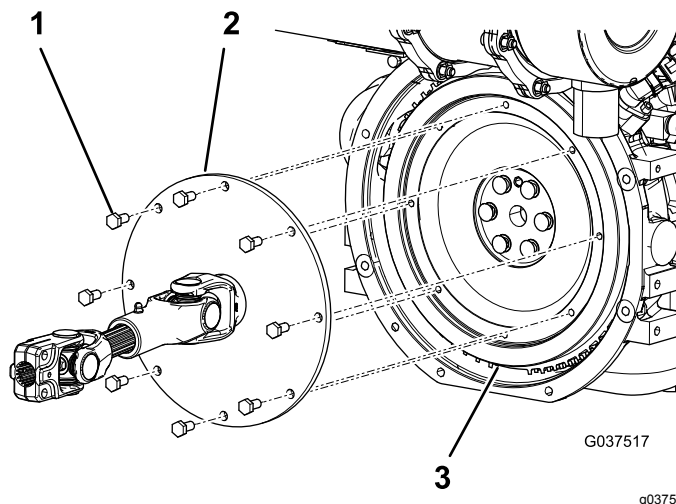

Bild 3
5. Lösen Sie die acht Kopfschrauben, mit denen das lange Ende der eingebauten Antriebswelle an der Schwungscheibe des Motors befestigt ist (Bild 3).